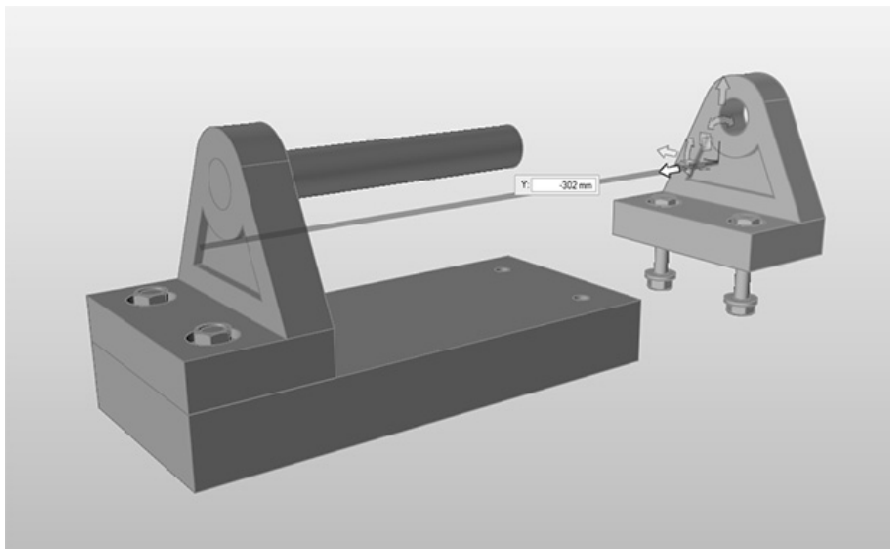

图 3-25
5) 单击并拖动移动工具的 y 轴，将原始托架的副本移向基座背面，如图 3-25 所示。